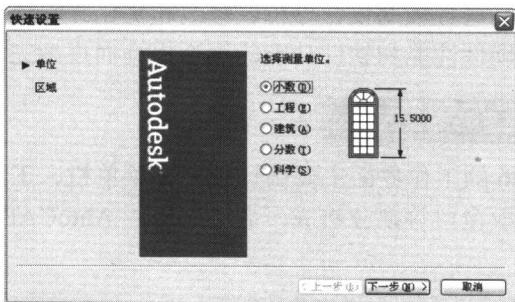

图 1-5 设置绘图单位
(1) 选择绘图单位。系统提供了五种可供选择的绘图单位：小数、工程、建筑、分数和科学，如图 1-5 所示。用户可以根据需要选择其中的一种，默认为小数。设置完成后，单击“下一步”按钮。